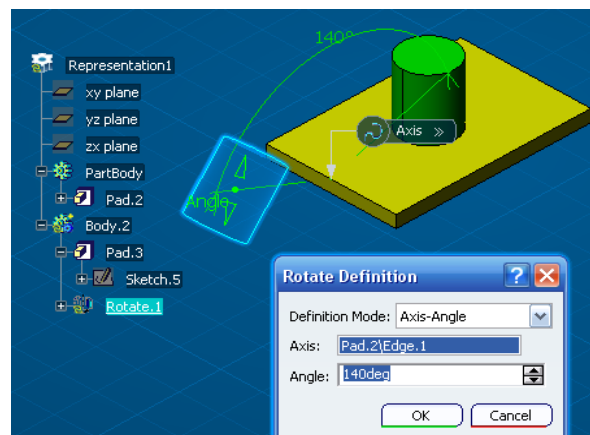

Ilustración 275: Ejemplo de rotación por eje y ángulo.
1) **Axis-Angle:** Se especifica en la ventana de definición el eje de rotación, que puede ser una línea o una arista, y el ángulo deseado. Se verá mejor con el ejemplo de la Ilustración 275.